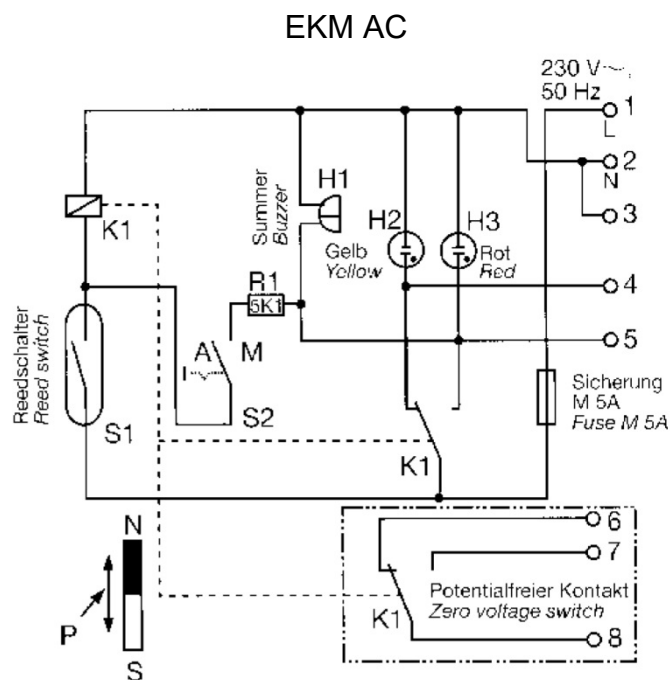

Abb. 5
(siehe Abb. 5)
ELEKTRISCH: Sämtliche elektrischen Anschlüsse erfolgen an der Klemmleiste (12). Zur Zugentlastung (13) wird das Kabel jeweils mit einer Schelle im Gehäuse befestigt. Die Anschlüsse erfolgen gemäß Schaltplan, der sich im Gerät befindet. Der Zugang zur Klemmleiste kann verbessert werden durch vorsichtiges Wegschwenken des U-Rohres, siehe Abb. 5. Nach Herstellung der elektrischen Anschlüsse den Gehäusedeckel wieder anschrauben und die unbenutzten Kabeldurchführungen mit den mitgelieferten Blindstopfen verschließen.